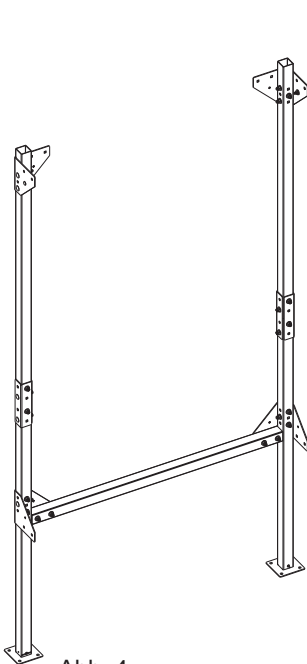
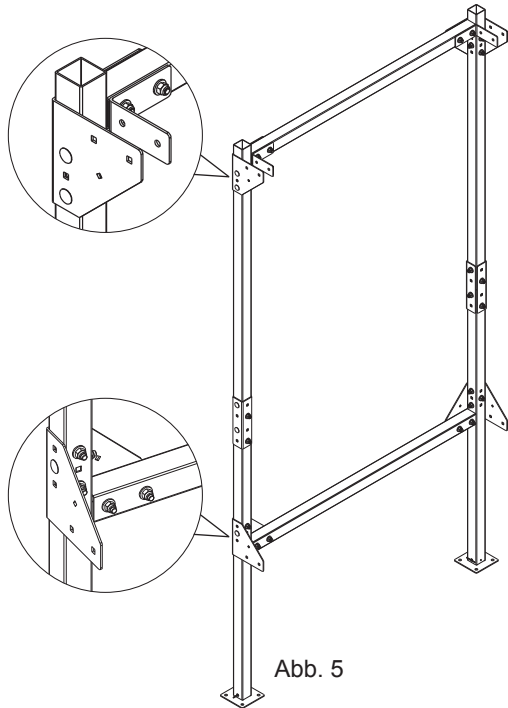

Abb. 4
Abb. 5
**4** - Zwei der zuvor zusammengebauten Standrohre mit einem Querrohr verbinden und mit 4 TTQ M 8 Schrauben an den unteren Wangen wie in Abb. 4 gezeigt befestigen. Jetzt auch das obere Querrohr anbringen und mit anderen 4 TTQ M 8 Schrauben an den entsprechenden Wangen befestigen und dabei auch die inneren Unterlegscheiben zur Verstärkung anbringen, (Abb. 5)